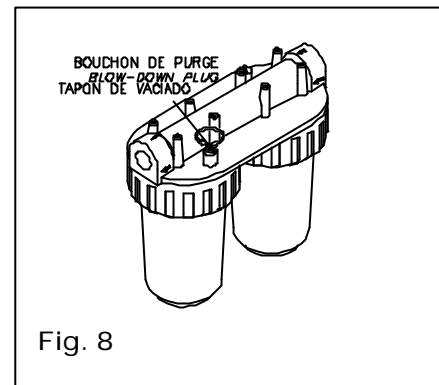

Fig. 8
6. Abrir completamente la válvula de presión (12) girando en el sentido contrario de las agujas del reloj.
7. Colocar la válvula de entrada (2) en posición alimentación agua de mar.
8. Purgar el circuito abriendo el grifo de fondo (V0). Para facilitar la purga del circuito, abrir la válvula de limpieza (13). Comprobar que el agua de mar llega al filtro. En el caso contrario, comprobar el tubo de alimentación y suprimir las fugas y trampas de aire. Abrir el tornillo de purga del filtro (Fig 8), para llenarlo completamente. Si la operación no se realiza correctamente, comprobar el tubo de alimentación y suprimir las fugas y trampas de aire.
9. Apretar la tecla de puesta en marcha (verde) (30).